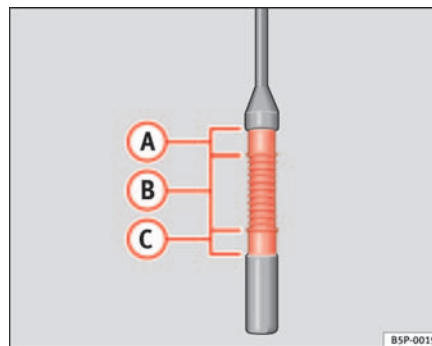

Abb. 154 Ölmesstab.
- Ziehen Sie den Ölmesstab wieder heraus und lesen Sie den Ölstand am unteren Ende des Ölmesstabes ab ⇒ Seite 212, Abb. 154.
Befindet sich der Ölstand im Bereich ⇒ Seite 212, Abb. 154 **(A)**, darf kein Öl nachgefüllt werden.